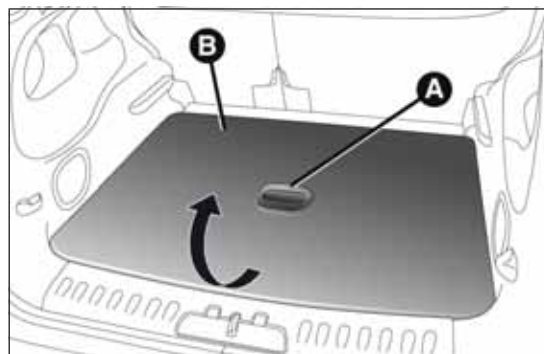
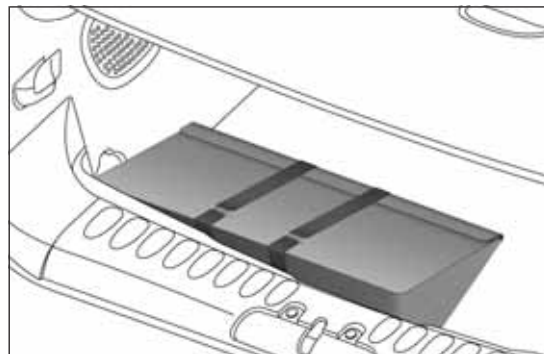

fig. 25
fig. 26
- ☐ *Versiones 5 plazas:* abrir el maletero y con la manilla A fig. 25 levantar la superficie B del "Cargo Magic Space" sujetándola con una mano. A continuación, coger la bolsa de herramientas fig. 26. Para mover la superficie de carga del "Cargo Magic Space" es necesario colocarse en posición central respecto al maletero.